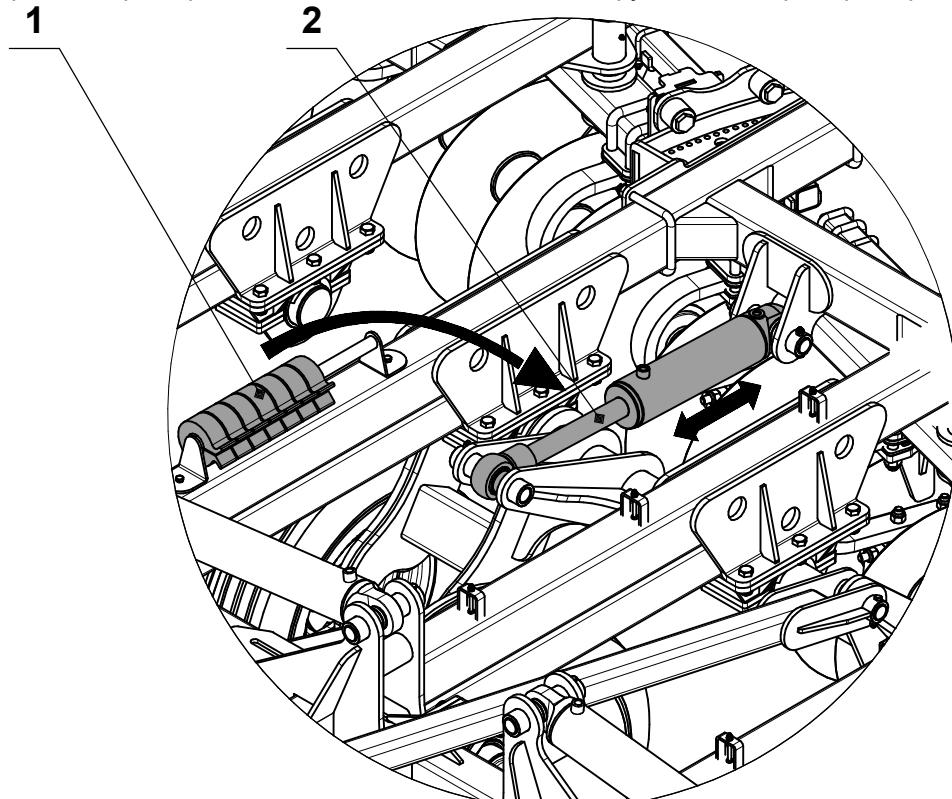

Рис.3-Регулировка рабочей глубины борона тяжёлой дисковой "TORNADO -7000"
Регулировки рабочей глубины осуществляется за счёт изменения количества клипс поз.1 (рис.3) на поршневых штоках гидроцилиндров рычага транспортных колёс поз.2 (рис.3) правого и левого.
2. Измените количество дистанционных упоров поз.1 (рис.3).